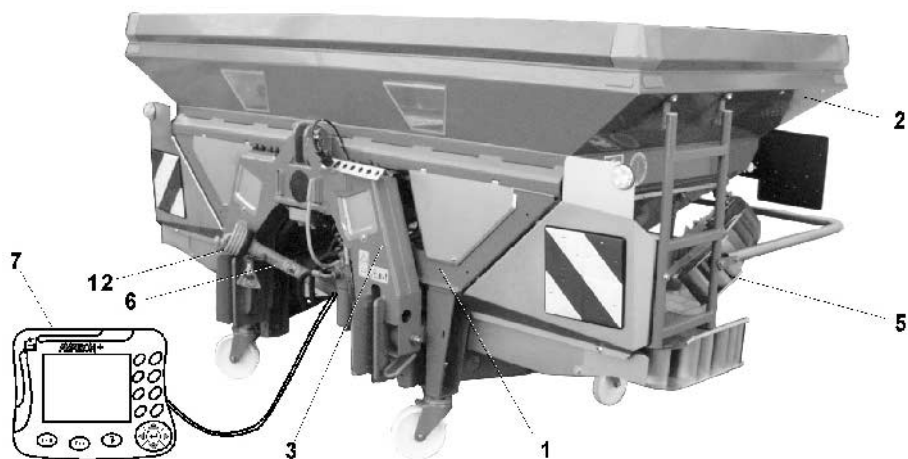

Fig. 3
- Ram (Fig. 3/1)
- Behållare (Fig. 3/2)
- Vågcellsramen (Fig. 3/3)
- Gränsspridningsutrustning Limiter (Fig. 3/5)
- Kraftöverföringsaxel (Fig. 3/6)
- Kontroll- och styrutrustning **Amatron⁺** (Fig. 3/7) Option.
- Skyddsrör till kraftöverföringsaxel (Fig. 3/12)